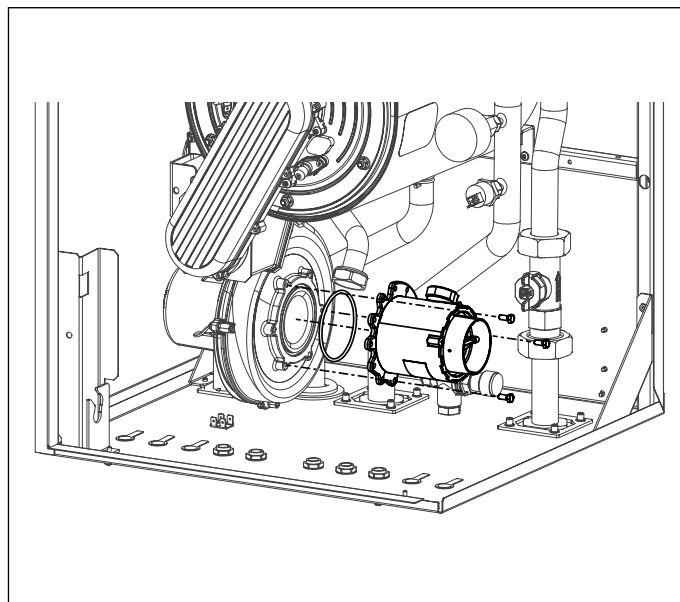

Fig. 35 Misturador
- Remova o misturador, desatarraxando os três parafusos Allen (veja Fig. 35 Misturador).
- Monte o misturador montado ao ventilador com os parafusos Allen, tendo cuidado para reposicionar, entre o misturador e o ventilador, o o-ring de estanqueidade (veja Fig. 35 Misturador).